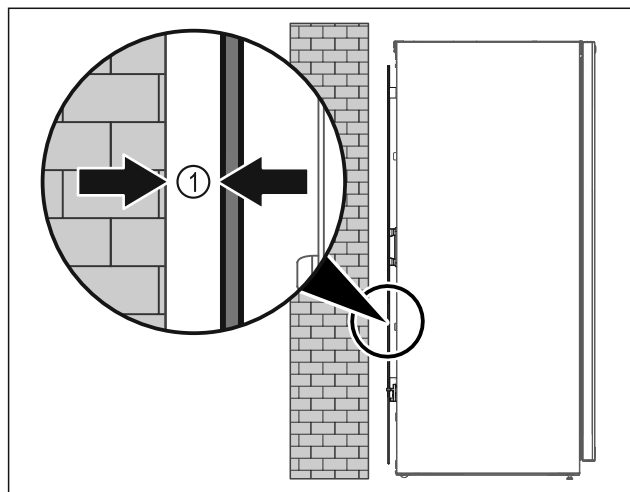

Fig. 49
- Posizionare l'apparecchiatura in un punto a piacere del locale (libera installazione) oppure addossato a una parete a una distanza minima di 5 mm Fig. 49 (1).